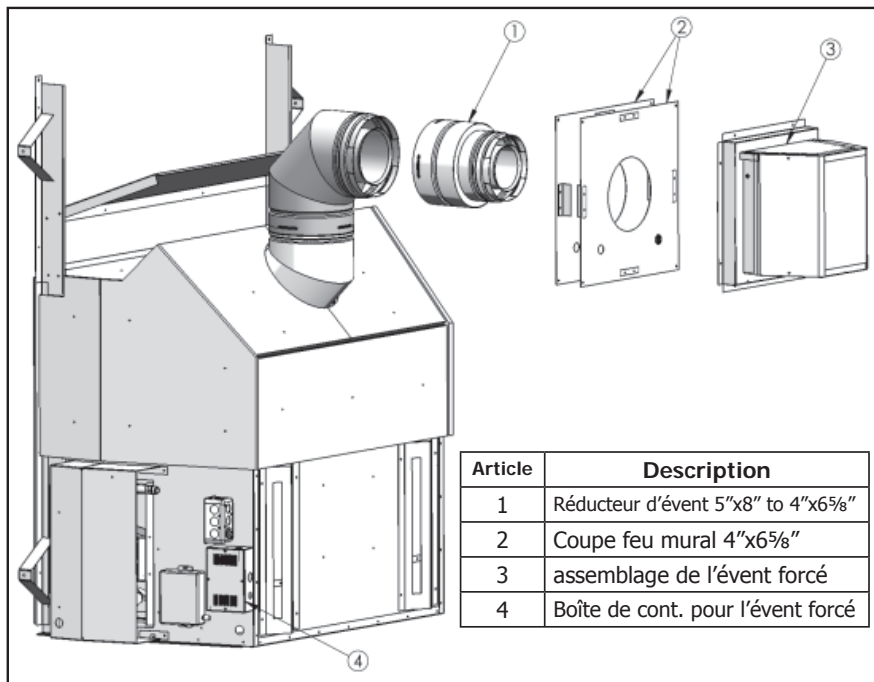

Figure 1: Diagramme des pièces de l'ensemble de ventilation forcé.
2. Réduisez la dimension d'évent de 5" x 8" à 4" x 6" avec un réducteur d'évent. Voir la figure 1.
15. Enlevez le couvercle protecteur du velcro de la boîte de contrôle PVK et fixez la boîte de contrôle sur le côté du L965/HZ965, tel que montré à la figure 1.